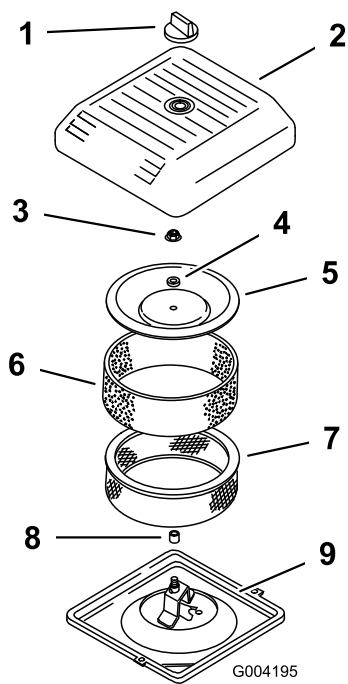

Bild 41
3. Schrauben Sie das Handrad ab und entfernen Sie die Luftfilterabdeckung (Bild 41).
- Schieben Sie den Schaumvorfilter vorsichtig vom Papiereinsatz herunter (Bild 41).
- Schrauben Sie die Abdeckungsmutter ab und nehmen Sie die Abdeckung und den Papiereinsatz ab (Bild 41).
- Schieben Sie den Luftfilter auf das Luftfilterunterteil (Bild 41).
- Setzen Sie die Abdeckung und das Distanzstück auf und befestigen Sie sie mit der Flügelmutter (Bild 41). Ziehen Sie die Mutter auf 11 N·m an.
- Setzen Sie die Luftfilterabdeckung ein und befestigen Sie sie mit dem Handrad (Bild 41).